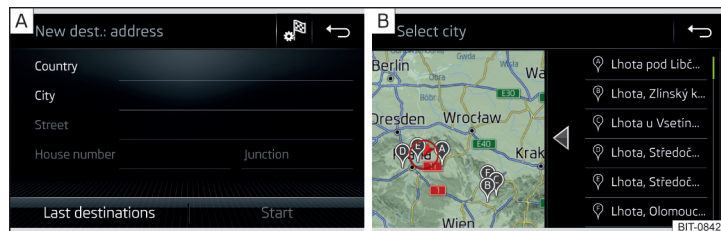

Fig. 186 Introducir destino a través de la dirección: Menú principal / Lista de los lugares seleccionados
- Introducir la dirección de destino y luego confirmar » fig. 186 - **A**.
Dependiendo de la cantidad de los lugares buscados puede visualizarse automáticamente un mapa con una lista de los lugares solicitados » fig. 186 - **B**.